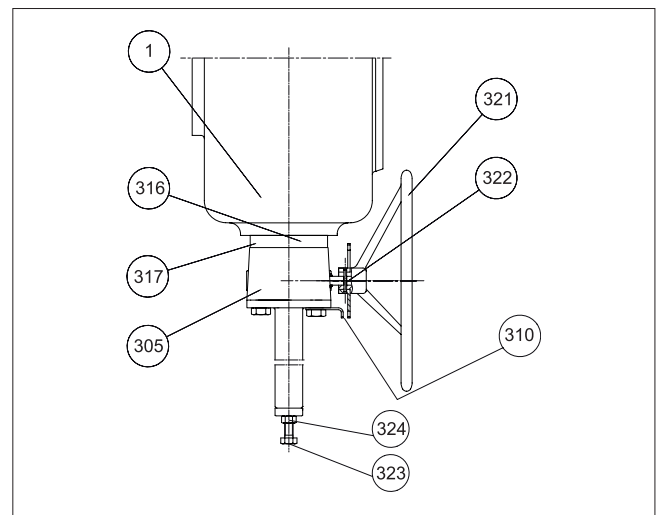

Abb. 29 B1JARR Stellantrieb
Der B1JARR Stellantrieb ist ansonsten wie der B1JA Stellantrieb aufgebaut, außer dass er manuell betätigt werden kann, um den Kolben gegen die Feder in die obere Position zu bringen, falls keine Luftzufuhr vorhanden ist. Durch Drehen des Handrads im Uhrzeigersinn wird das Ventil geschlossen. Der B1JA Stellantrieb kann durch Austausch des Gehäuses (1) und Hinzufügen von Teilen (305 bis 324) in einen B1JARR Stellantrieb umgewandelt werden, siehe Abb. 29.
Teilleiste für Abb. 29: